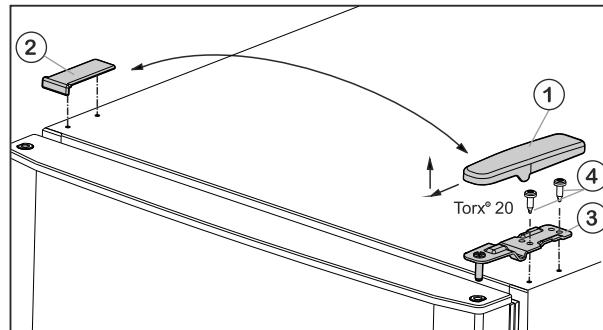

Fig. 5
- Потяните крышку Fig. 5 (1) вперед и вверх.
- Снимите крышку Fig. 5 (2).
- Открутите верхний опорный кронштейн Fig. 5 (3) (2 шт. Torx® 20) Fig. 5 (4) и вытяните вверх.
- ▶ Установите верхний опорный кронштейн Fig. 5 (3) на новой стороне шарнира и защелкните в дверце.
- ▶ Привинтите верхний опорный кронштейн **[с моментом 4 Нм]** (2 шт. Torx® 20) Fig. 5 (4). При необходимости используйте аккумуляторный шуруповерт.
- ▶ Наденьте и защелкните крышку Fig. 5 (1) на противоположной стороне снаружи.
- ▶ Также наденьте сверху и защелкните крышку Fig. 5 (2) на противоположной стороне.